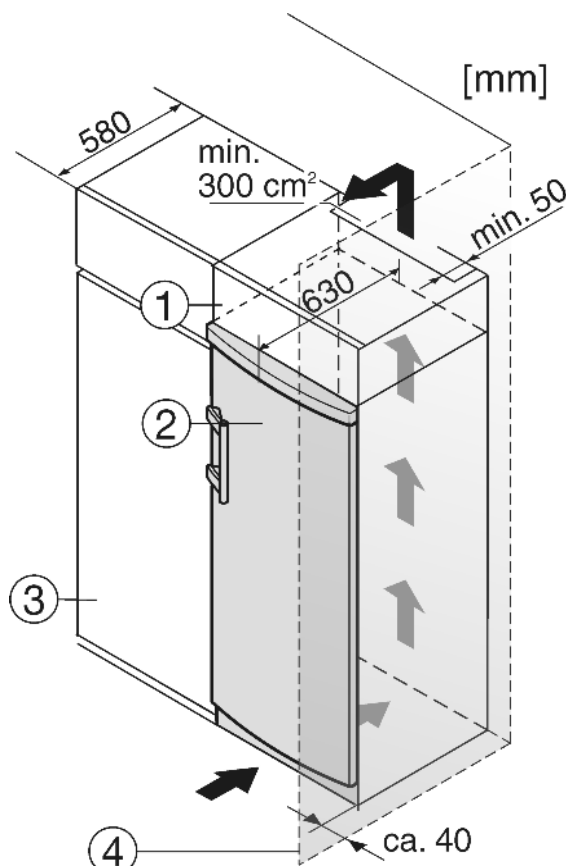

Fig. 7
- (1) Opbouwkast
- (2) Apparaat
- (3) Keukenkast
- (4) Wand
Het apparaat kan in keukenkasten worden ingebouwd. Om het apparaat Fig. 7 (2) aan de hoogte van het keukenblok aan te passen, kan boven het apparaat een opzetkast Fig. 7 (1) worden aangebracht.
Bij de ombouw met keukenkasten (diepte max. 580 mm) kan het apparaat direct naast de keukenkast Fig. 7 (3) worden opgesteld. De apparaatdeur staat aan de zijkant 34 mm en in het midden van het apparaat 50 mm tegenover de voorkant van de keukenkast. Daardoor kan de deur probleemloos geopend en gesloten worden.
Plaatst u het apparaat met de scharnierkant naast een muur Fig. 7 (4), dan moet de afstand tussen apparaat en muur minstens 40 mm bedragen. Dit in verband met het uitsteken van de deurgreep bij een geopende deur.